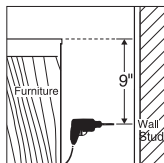

Figura 3
- Sirviéndose de los soportes marcados «wall», ponga unas marcas a 23 cm por debajo de la parte de arriba del mueble, en el lugar dónde se encuentran los postes del tabique. Sobre estas marcas, perforo los agujeros preliminares con una broca de 3,2 mm (Figura 3).